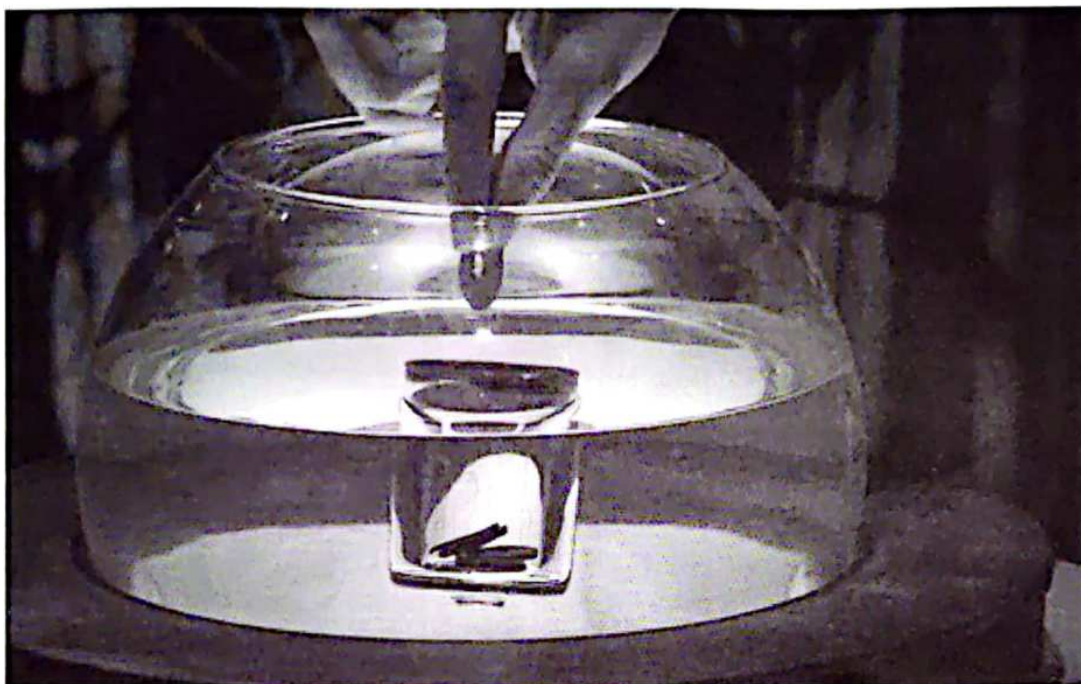

FIGURE 5 – Duel de l'aquarium
Après avoir récupéré suffisamment de clés, les candidats se rendant au Conseil pour y affronter les Maîtres du temps dans plusieurs duels afin de récupérer un maximum de temps dans la salle du trésor. L'un de ces duels est baptisé l'aquarium (figure 5).
- le fond du verre reste toujours horizontal (il ne peut pas s'incliner comme sur la figure 5) ;
- les pièces ont une masse m et sont toutes horizontales, empilées les unes sur les autres au fond du verre, bien alignées (pas comme sur la figure 5).